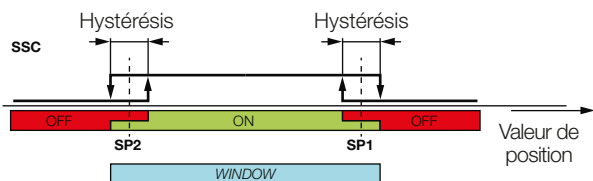

Fig. 6-4 : Exemple pour le mode fenêtre
- Mode fenêtre (*windowed mode*, Fig. 6-4) : valeur : 2